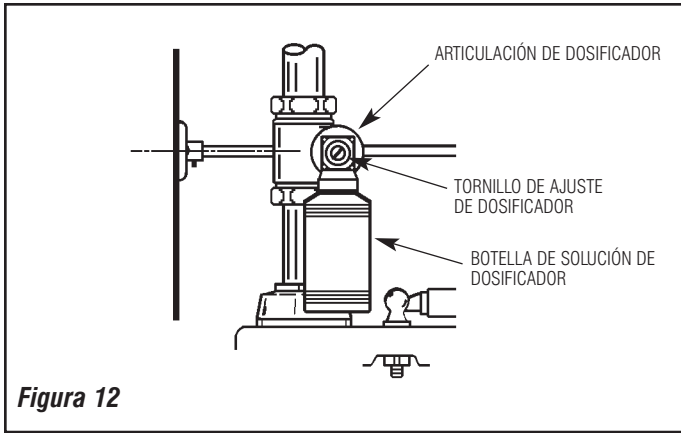

Figura 12
Paso 11 – Ajustar Volumen de Solución Extraído de la Botella del Dosificador (Figura 12)